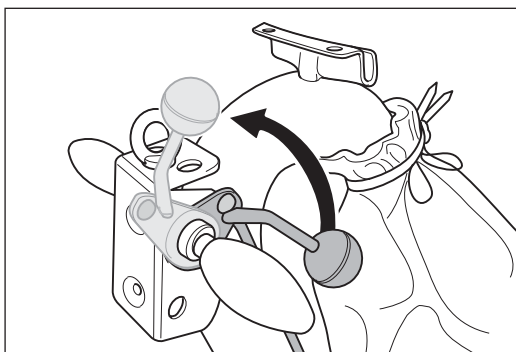

Abb. 12 Den Ablasshebels am Handgriff nach oben bis zum Anschlag ziehen. Dadurch wird die Schleifwalze vom Boden abgehoben.
1 Ziehen Sie den Ablasshebel am Handgriff nach oben bis zum Anschlag (Abb. 12). Dadurch wird die Schleifwalze vom Boden abgehoben.
- 1 Ziehen Sie den Ablasshebel am Handgriff nach oben bis zum Anschlag (Abb. 12). Dadurch wird die Schleifwalze vom Boden abgehoben.
- 1 Bevor Sie die Maschine ausschalten, heben Sie die Schleifwalze vom Boden ab. Ziehen Sie dazu den Ablasshebel am Handgriff nach oben bis zum Anschlag (Abb. 12).